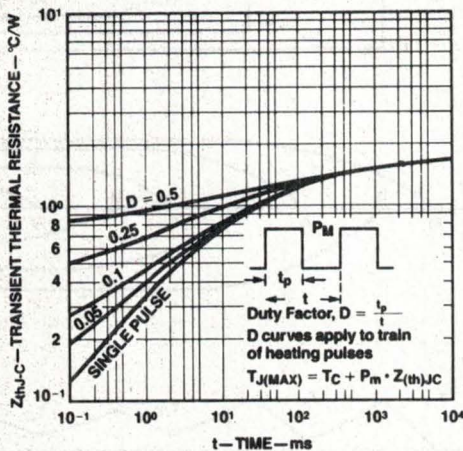

Fig. 14b. - $Z_{(TH)JC}$ normalisée de l'IRF 330 Fairchild pour les impulsions décrites.
Pour simplifier quelque peu ce calcul, l'expression entre crochets de l'équation (G) ci-dessus a été tracée par Fairchild pour tous ses MOSFET de puissance, comme l'illustre le relevé de $Z_{(TH)jc}$ d'un IRF 330 en **figure 14b**.
De la figure 14b : $Z_{(TH)jc} = 0,55 \text{ } ^\circ\text{C/W}$